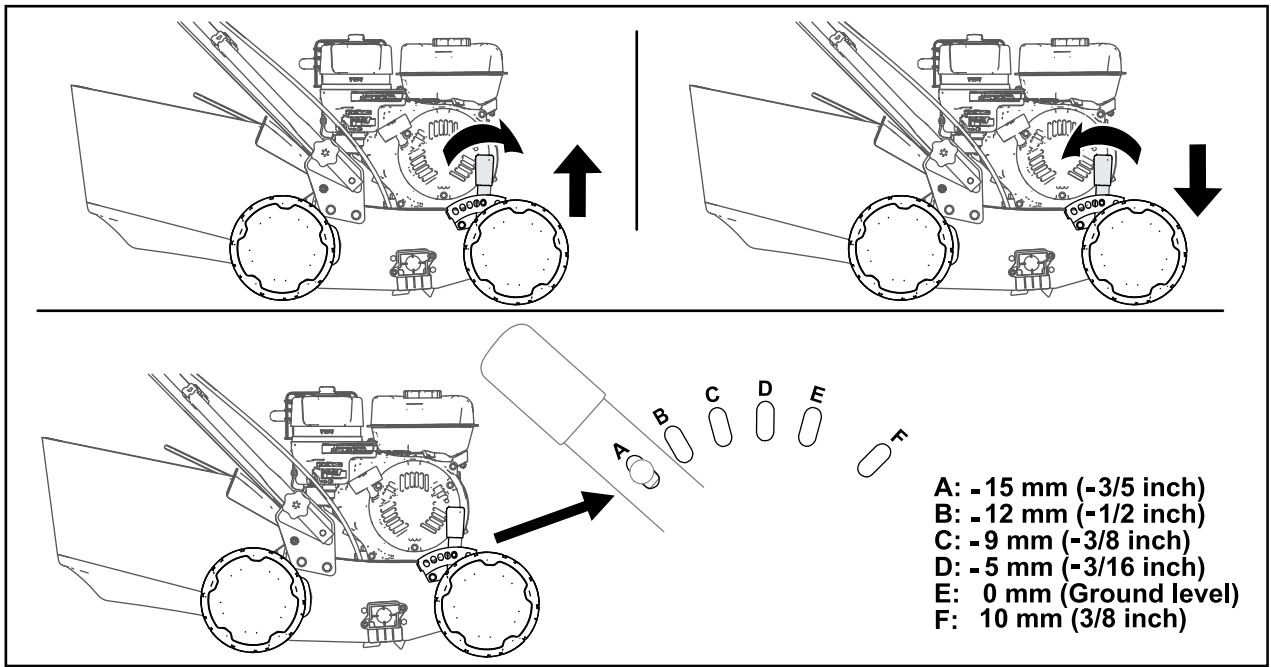

Bild 11
3. Um die maximale Schnitttiefe einzustellen, stellen Sie die Stellung des Hebels für die Schnitttiefe ein, indem Sie ihn in Richtung der Maschine drücken und in einen anderen Schlitz bewegen (Bild 11).